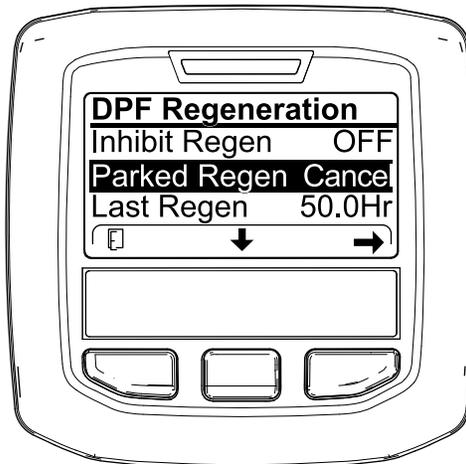

Рисунок 64
1. Перейдите к меню регенерации DPF (Рисунок 64).
2. Нажмите среднюю кнопку, чтобы перейти вниз к опции PARKED REGEN CANCEL (ОТМЕНА СТАЦИОНАРНОЙ РЕГЕНЕРАЦИИ) (Рисунок 64) или к опции RECOVERY REGEN CANCEL (ОТМЕНА ВОССТАНОВИТЕЛЬНОЙ РЕГЕНЕРАЦИИ) (Рисунок 65).
3. Нажмите правую кнопку для выбора опции Regen Cancel (Отмена регенерации) (Рисунок 64 или Рисунок 65).